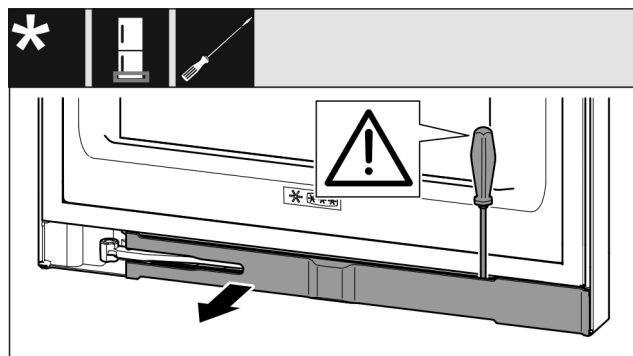

Fig. 17
- ▶ Odstíťte kryt plochým skrutkovačom a odklopte ho do strany. (pozri Fig. 17)